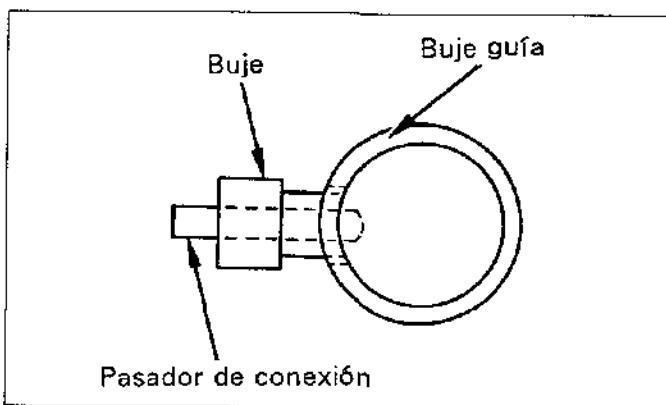

Figura 14-64
- (2) Cuando apriete la contratuerca del buje guía, el buje guía también podrá girar en la misma dirección. Por lo tanto, preste especial atención para que el pasador de conexión de la palanca ③-11 no se ponga en contacto con el buje insertado ③-12. (Vea la figura.14-64)